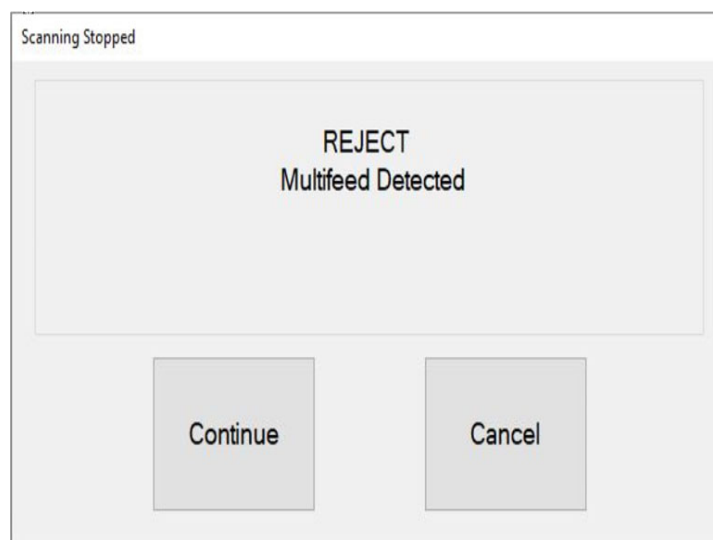

Figura 4-31: Condición de rechazo
1. En una condición de rechazo, aparece un error en la pantalla de ejecución (Figura 4-31) y el escaneo se detendrá automáticamente.